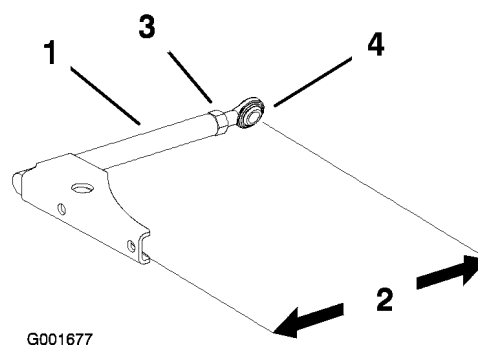

Figure 52
1. Desserrez l'écrou de blocage et tournez la rotule dans le sens anti-horaire, un tour à la fois (Figure 52).
2. Réglez chaque côté de la même façon. La longueur nominale de chaque bras de poussée doit être de 34 cm à torsion de 15 degrés (Figure 52).